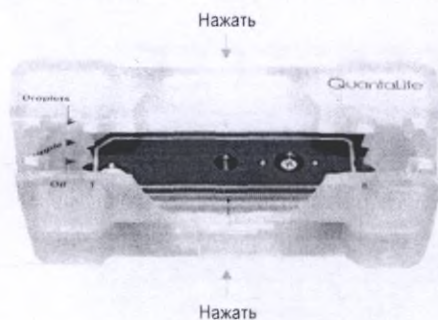

Рис. 2
2. Взять держатель и открыть нажатием защелки в середине (Рис. 2).